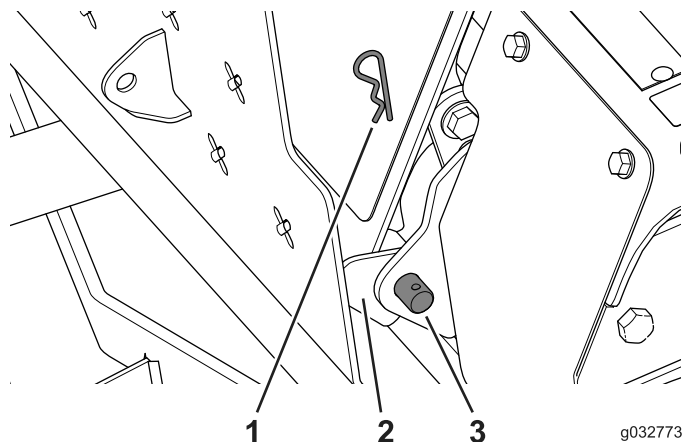

Figura 126
1. Utilize o pino de articulação e o perno de gancho para prender a plataforma do operador, como se mostra na Figura 126.